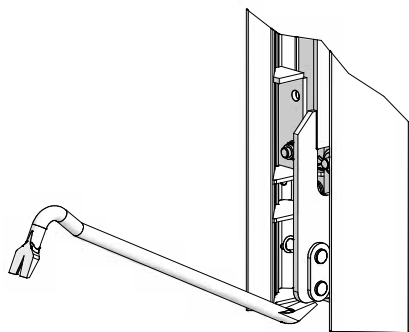
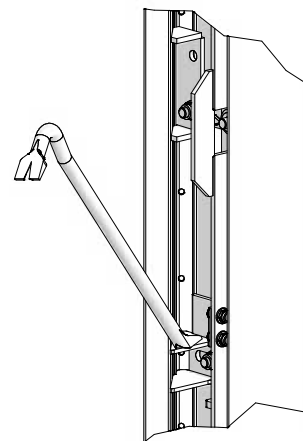

Fig. 48.3 A
Fig. 48.4 B
4. Utiliser un pied-de-biche pour activer l'angle intérieur décoffrant. Le levier à genouillère est poussé vers le haut par l'action du pied-de-biche. Le pied-de-biche peut être posé en bas sur le point A (Fig. 48.3 A) ou au milieu sur le point B (Fig. 48.4 B). Cela permet de détacher le coffrage du béton sans forcer.